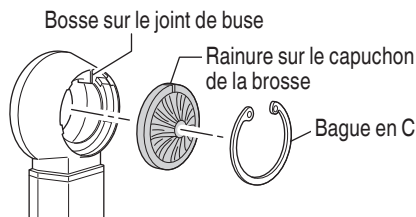

Fig. 27
- ① Retirer le joint de la buse comme indiqué sur la figure.
- ② Fixer un nouveau joint de buse. Aligner le joint de la buse de telle sorte que son encoche s'imbrique dans la forme externe de la buse.
- (b) Remplacement du capuchon de la brosse (Fig. 27)